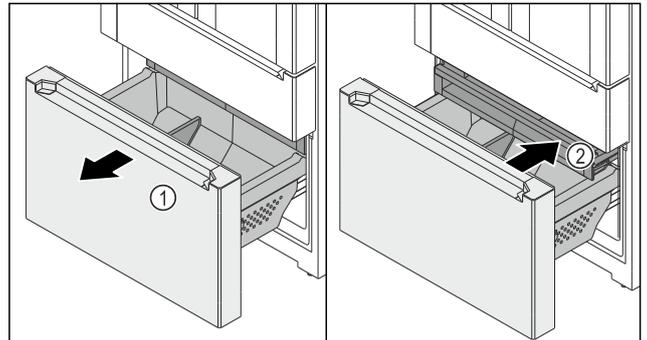

Fig. 150
- ▶ Auszugswagen Fig. 150 (1) bis zum Anschlag herausziehen.
- ▷ Schubfach Fig. 150 (2) ist automatisch herausgezogen.
- ▶ Schubfach Fig. 150 (2) einschieben.